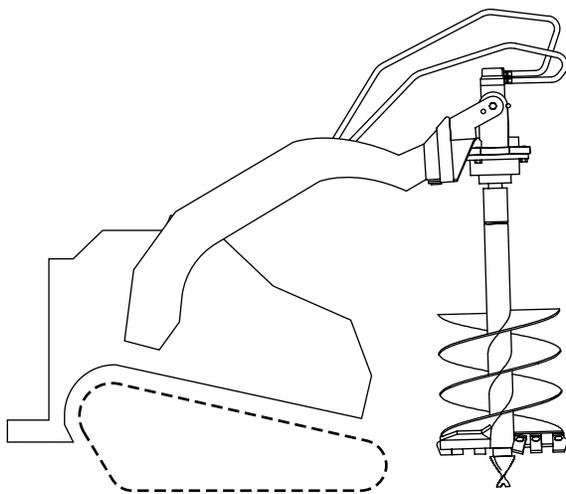

Figure 6
8. Levez la tarière au-dessus du sol (Figure 6).
9. Lorsque la tarière est verticale, inclinez la plaque de montage en arrière jusqu'à ce que la tête d'entraînement touche la plaque, ce qui stabilise la tarière et l'empêche d'osciller (Figure 6).